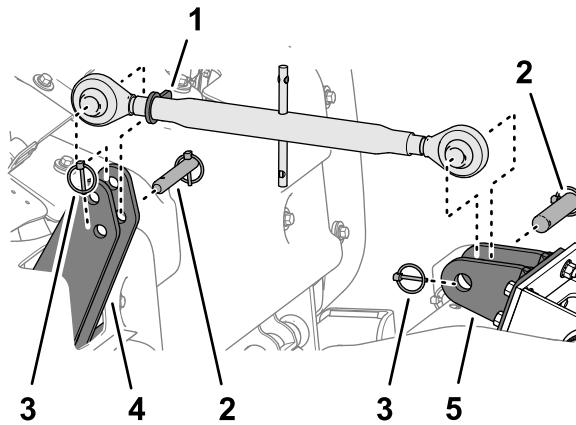

Bild 48
2. Lockern Sie die Sicherungsmutter (Bild 48) und drehen Sie den oberen Einstellenker, um die Spannung zwischen der Maschine und der Zugmaschine zu lösen.
3. Entfernen Sie den Klappstecker und den Verbindungsstift, mit dem der obere Einstelllenker an den oberen Sattelplatten der Maschine befestigt ist (**Bild 48**).
4. Entfernen Sie den Klappstecker und den Verbindungsstift, mit dem der obere Einstelllenker an der Lenkerhalterung der Zugmaschine befestigt ist (**Bild 48**).